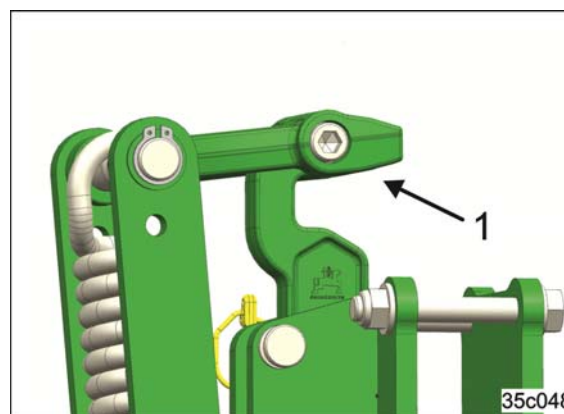

Fig. 121
Urechea de prindere (Fig. 121/1) folosește la reglarea sigură a adâncimii de lucru.
2. Țineți afănătorul urmelor roților tractorului de urechea de prindere (Fig. 121/1).